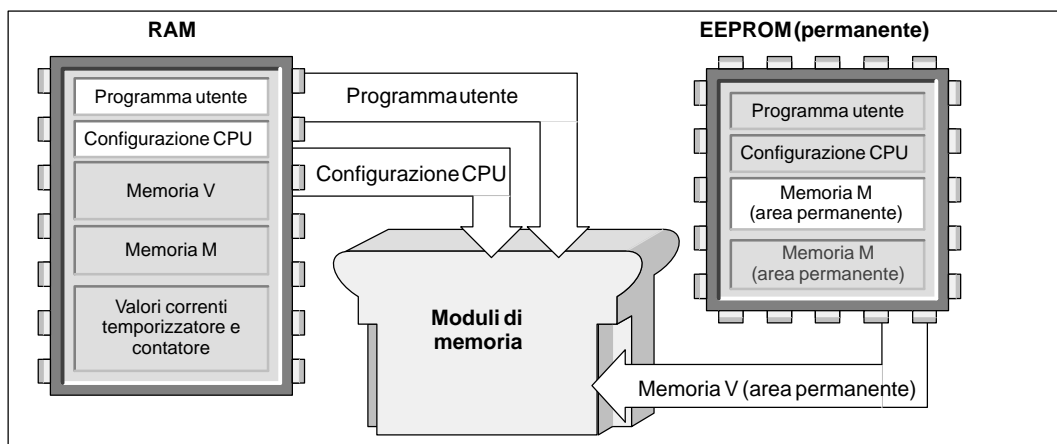

Figura 7-20 Copia della memoria CPU nel modulo di memoria
2. Selezionare il comando del menu **CPU Modulo di memoria di programma** per copiare il programma nel modulo di memoria. La figura 7-20 riporta gli elementi della memoria CPU memorizzati sul modulo di memoria.